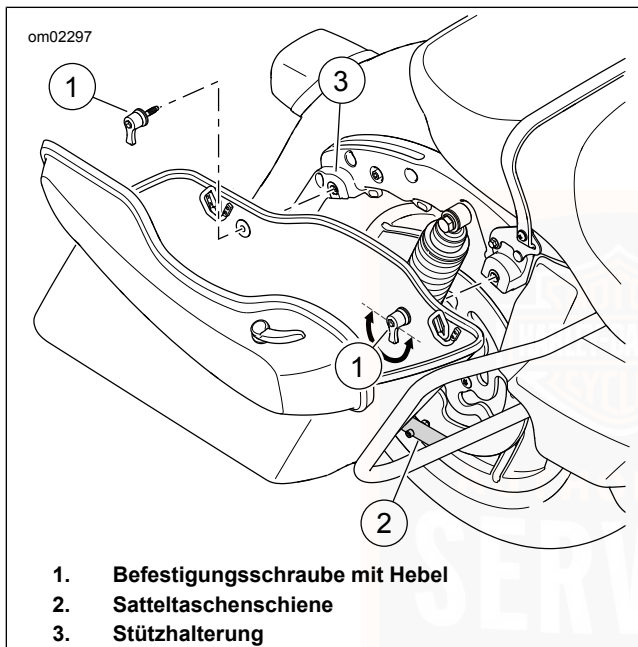

Abbildung 61. Ausbau/Einbau der Satteltasche
2. Siehe Abbildung 61. Die Hebel der Befestigungsschrauben gegen den Uhrzeigersinn drehen, um die Befestigungsschrauben von der Stützhalterung zu entfernen.
1. Siehe Abbildung 61. Die Satteltasche behutsam in die Einbaustellung auf der Satteltaschenschiene bringen. Die Befestigungsstüben an der Stützhalterung ausrichten.